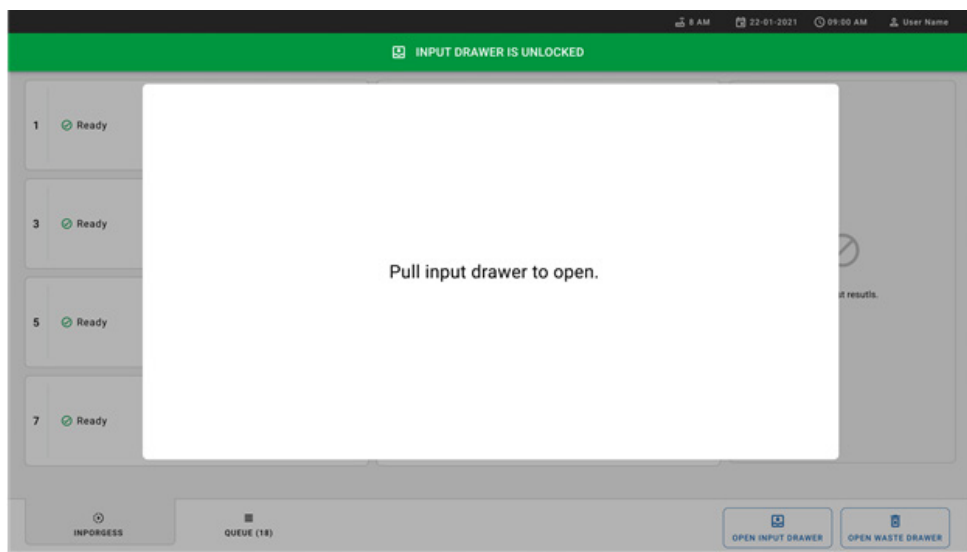

Figura 22. Finestra di dialogo di apertura del cassetto di inserimento.
6. Quando richiesto, tirare il cassetto di inserimento per farlo aprire (Figura 22).